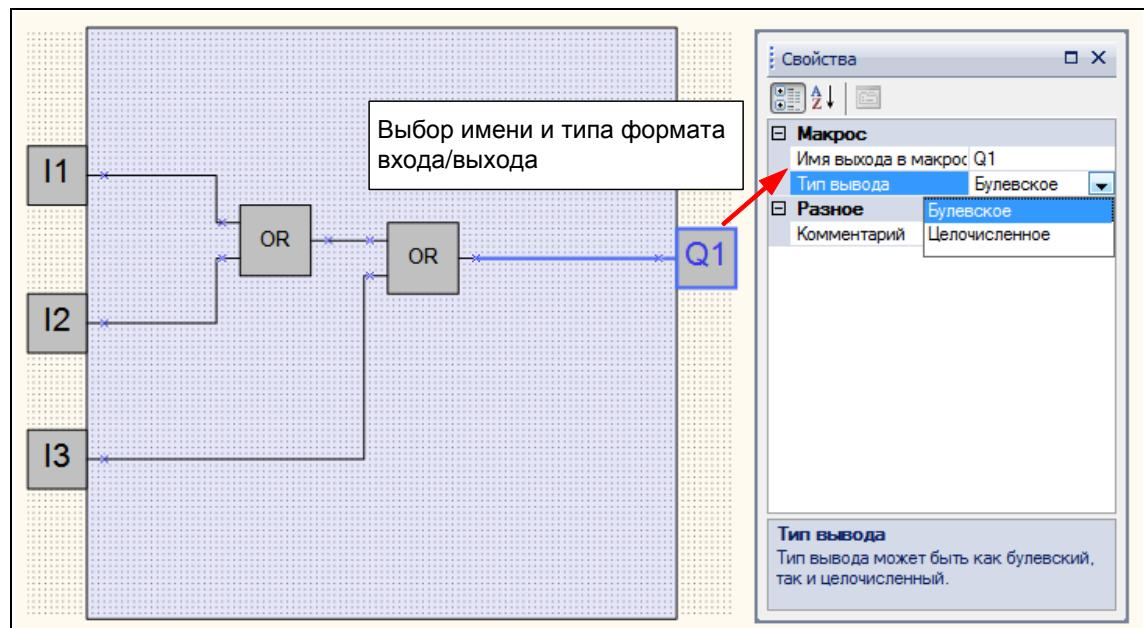

Рисунок 3.21 – Пример задания имени и типа выхода
- г) определение типов и имен входов/выходов (см. рисунок 3.21);